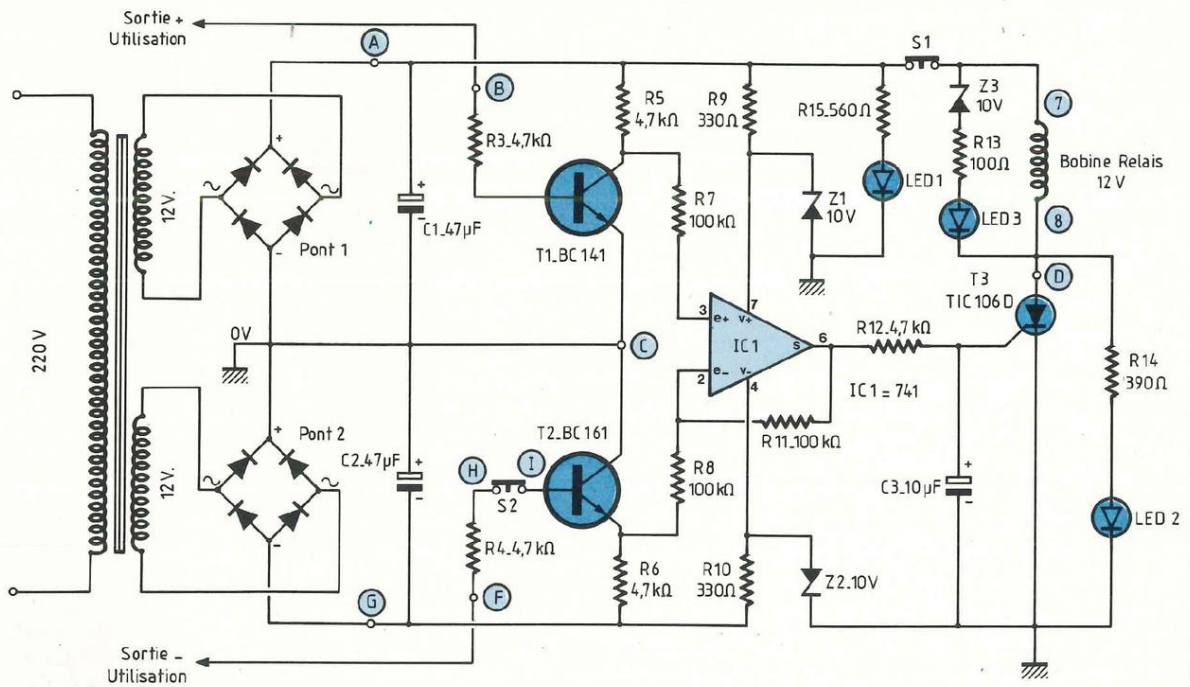

Fig. 3 : Commande du relais.
• La figure 3 en fournit le schéma de